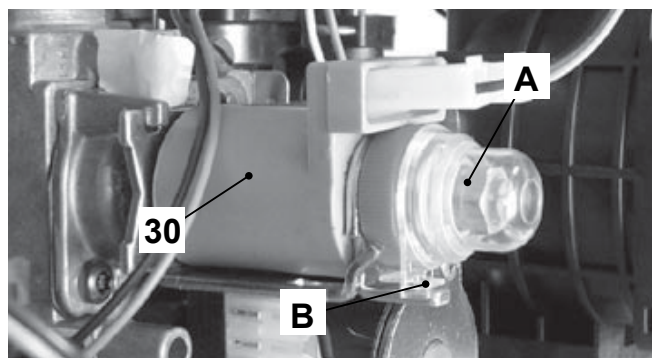

рис. 7.2
- Удалите защитный колпачок "А" модулирующего устройства 30 в рис. 7.2 вращая его по часовой стрелке, чтобы освободить от держателя "В" и, нажимая на плоскую отвертку в паз.